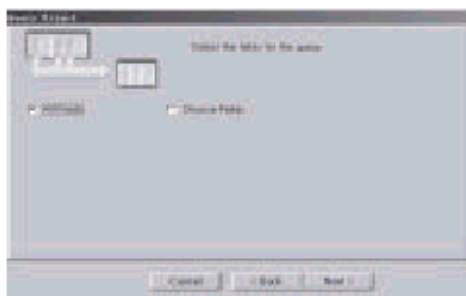

Fig. 8-6 Selección de Campos
2.3 Elija los campos, como en la Fig. 8-6. All Fields significa seleccionar todos los campos y Choose Fields significa seleccionar los campos requeridos. Luego haga clic en **Next**.
2.4 Seleccione los Campos de Cálculo, como en la Fig. 8-6: No Calculations significa campos sin cálculos y Add Calculations significa agregar los campos de cálculo. Luego haga clic en **Next**.